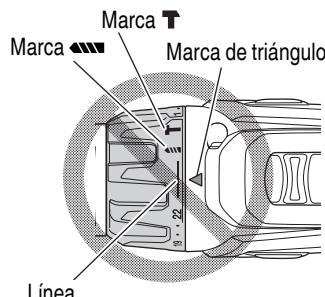

Fig. 14
- No usar con el dial del embrague en el número "22" y la línea en el medio de la marca de taladro. Si lo hiciera, se podrían producir daños. (Consulte la Fig. 14)